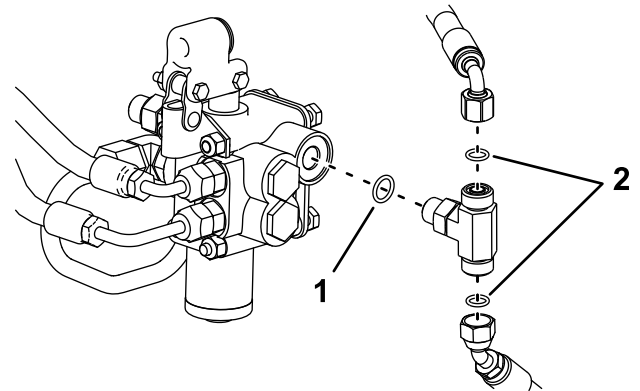

図7
F. 図7図に示すように、T字継手のOリングを新しいOリングに交換してください。